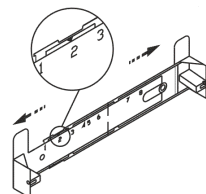

рис. 5
- прежде чем прикрепить кронштейн к стене, необходимо выставить его на нужный размер (равный ширине верхней фальштрубы). Увеличьте размер кронштейна (если это необходимо), раздвинув его, и установите фиксатор напротив цифры 2 (см. рис. 5);